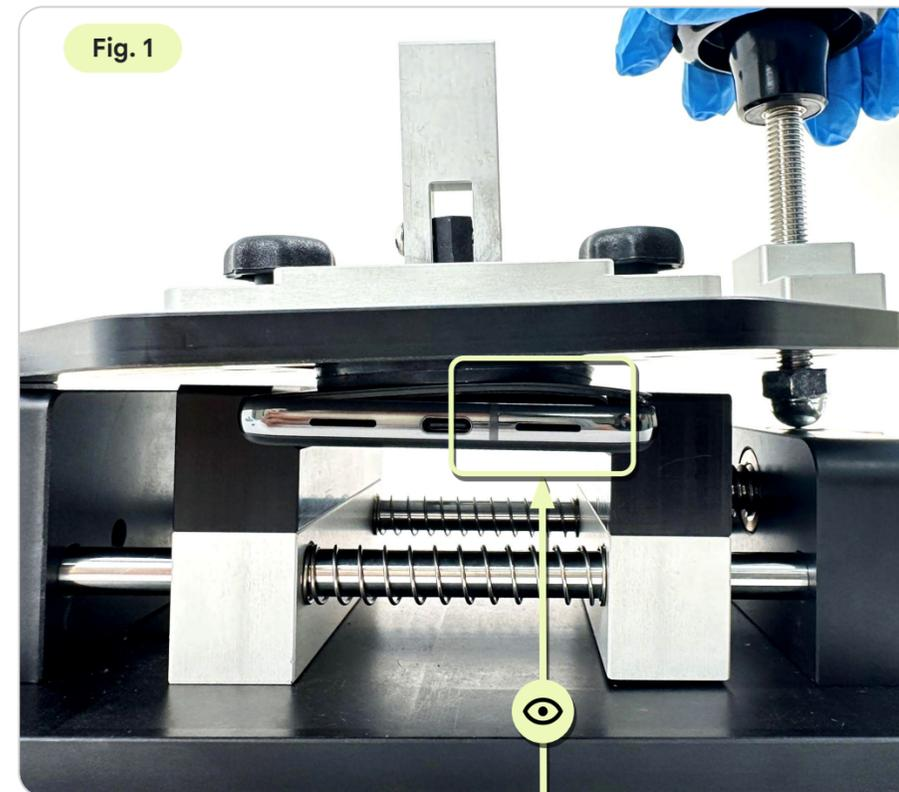

Fig. 1
- Réglez la ventouse pour qu'elle soit à 2,5 cm du bord du couvercle à charnière (Fig. 1).
- Déverrouillez le couvercle à charnière et alignez la ventouse qui se trouve en dessous avec l'écran, puis soulevez la ventouse (Fig. 1).
- Tournez lentement la molette pour désolidariser le **module d'affichage** du **boîtier** (Fig. 1).
- À mesure que les deux parties se séparent côté USB, insérez une pellicule de protection pour empêcher la colle de les solidariser à nouveau (Fig. 1).
- Placez le médiateur en biais pour ne pas l'insérer entre l'**écran** et le **pourtour** (Fig. 1).
- Faites glisser le **médiateur antistatique de démontage universel** de biais le long des côtés 2 et 3 (Fig. 1).